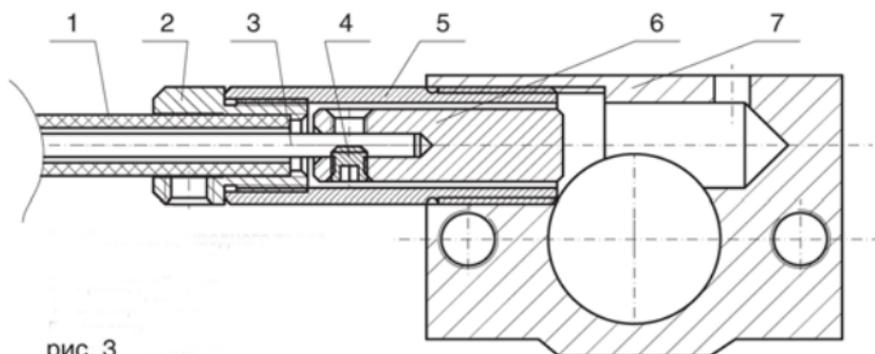

рис. 3
3. Собрать замок согласно рис. 3, при необходимости уменьшив длину оболочки приводного троса (см. рис. 7).
6. Собрать второй замок согласно рис. 3, при необходимости уменьшив длину оболочки приводного троса (см. рис. 7).